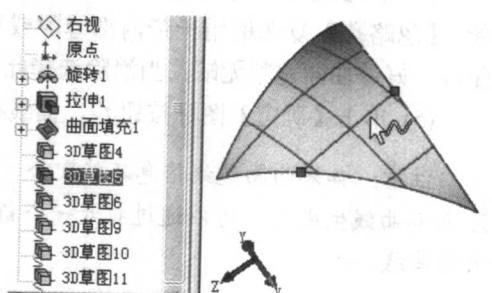

图 1-11 选用生成的 3D 草图
(6) 单击【确定】，单击【重建模型】图标按钮 \square 。可选用生成的 3D 草图, 如图 1-11 所示。